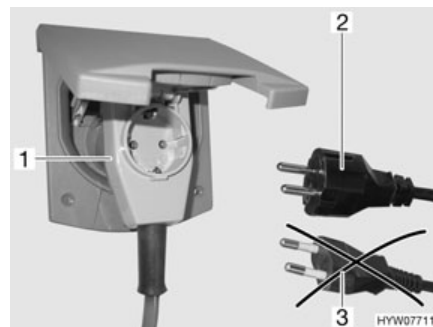

Fig. 106 Conexión a un conector con salida lateral del cable con caja de enchufe
- ▶ Al utilizar un acoplamiento acodado CEE 17, con caja de enchufe incorporada en el lado trasero (Fig. 106,1), emplear únicamente un conector IP 44 de goma impermeable, con contacto protector (Fig. 106,2). No utilizar conector sin contacto protector (Fig. 106,3). ¡Peligro de electrocución!